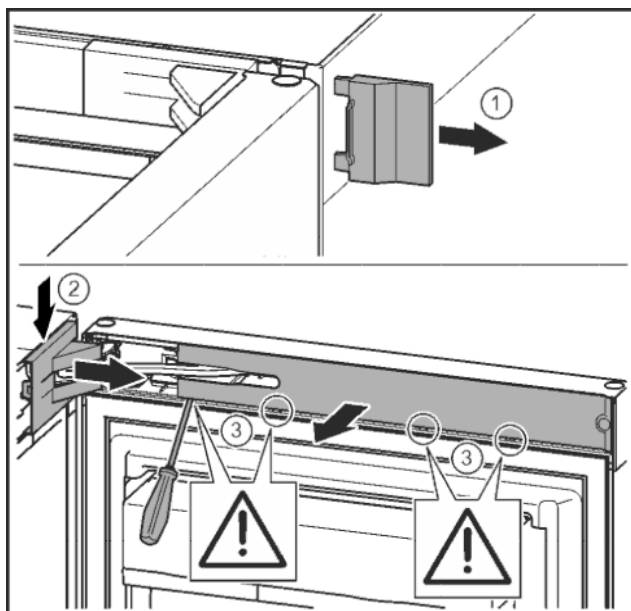

Fig. 11
- ▶ Sejměte vnější kryt. Fig. 11 (1)
- ▶ Odjistěte a uvolněte kryt stojanu ložiska. Sejměte kryt stojanu ložiska. Fig. 11 (2)
- ▶ Plochým šroubovákem odjistěte lištu a otočte ke straně. Fig. 11 (3)